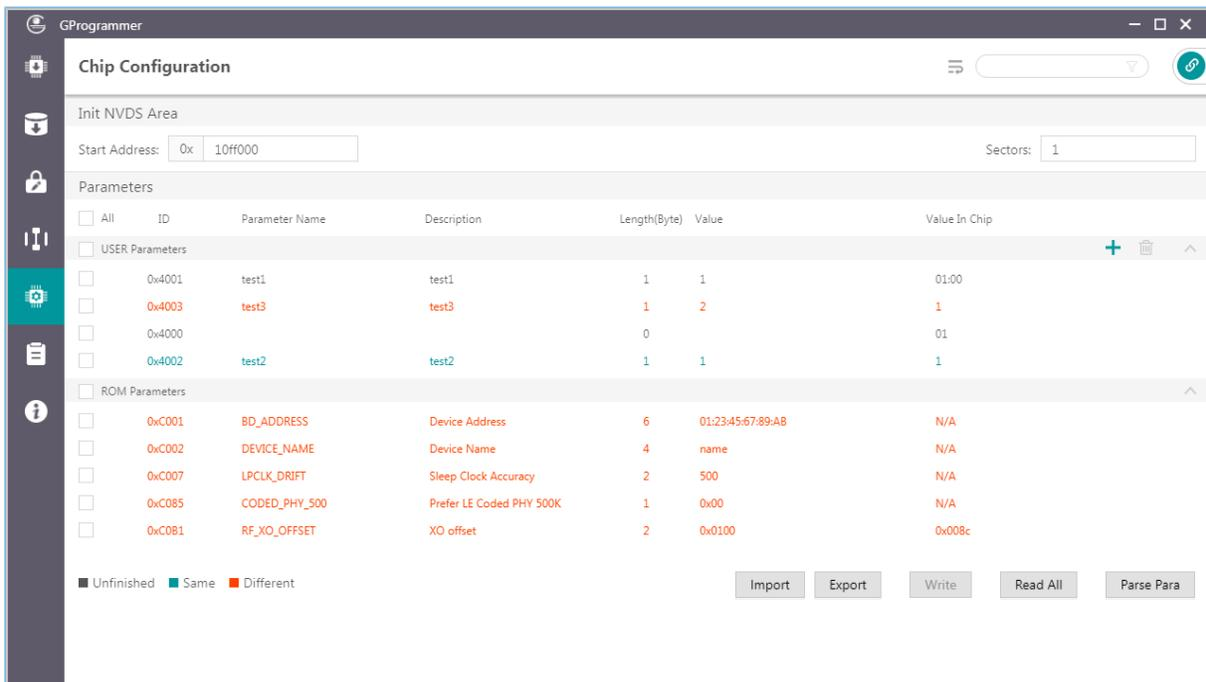

图 3-37 读取参数
- “Unfinished”状态：字体为黑色，表示从NVDS中读取到列表中没有的参数（如图 3-37中ID为0x4000的参数），或者NVDS中已有此参数但长度不相等（如图 3-37中ID为0x4001的参数）。
- “Same”状态：字体为绿色，表示NVDS中有已有此参数，并且长度相等、值相同（如图 3-37中ID为0x4002的参数）。
- “Different”状态：字体为橙色，表示NVDS中已有此参数，长度相等但值不相同（如图 3-37中ID为0x4003的参数）。